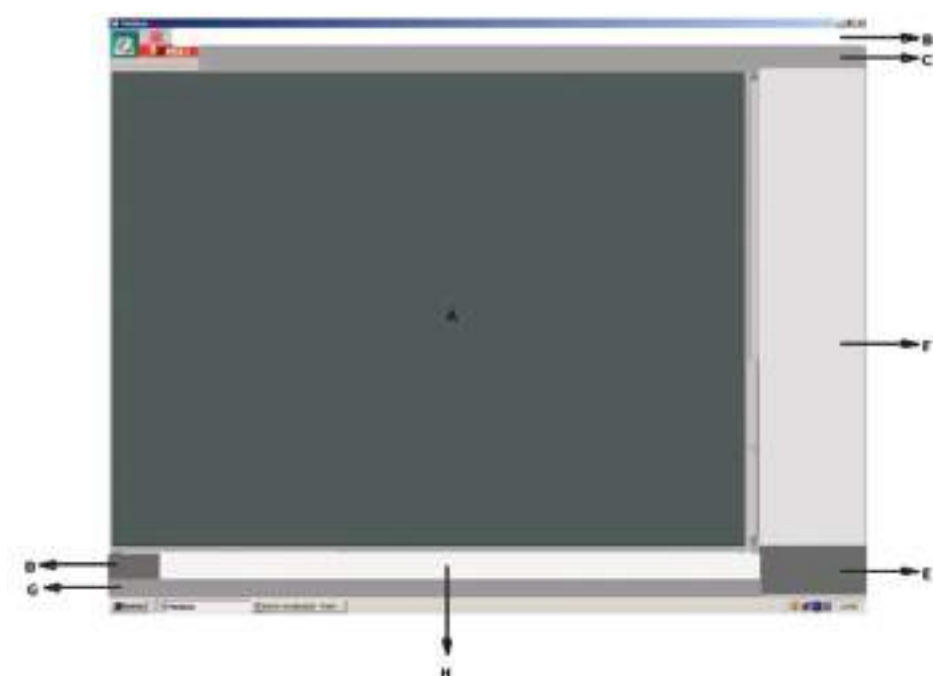

Figura 8- Área de trabalho do Modaris
- Faça a legenda da “Figura 8” e da “Figura 11”.